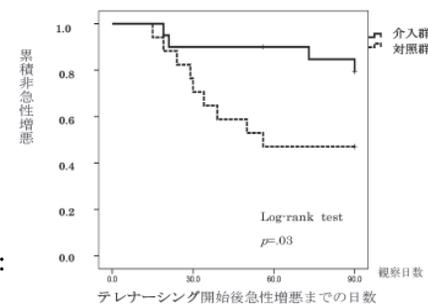

図2 テレナーシング介入中の急性増悪
- ▶ 患者用端末の仕様：①携帯性向上→タブレット端末、②タッチ操作に不慣れ→操作性の低下を抑えた画面レイアウト、③オペレーティングシステム→Android
- ▶ 在宅モニタリングに基づくテレナーシングは、COPD患者の在宅酸素療法実施の急性増悪発症予防および発症回数を低下させる可能性が示唆された(図2)。急性増悪症状出現までの平均日数は、介入群80.5日、対照群59.8日で、介入することの有効性が示された。